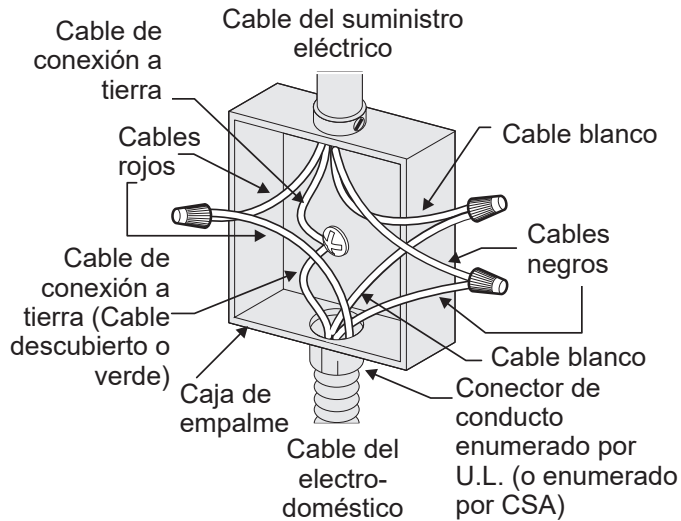

Figure 4: Caja de empalme de conexión a tierra de 4 cables
Si se utiliza el horno en una instalación de circuito de bifurcación nueva (1996 NEC), casas rodantes, vehículos recreativos, o donde los códigos locales NO permiten la conexión a tierra a través del cable neutro (blanco), el marco del electrodoméstico NO DEBE conectarse al cable neutro del sistema eléctrico de 4 cables (vea la Figure 4):
3. En la caja de empalme: conecte el electrodoméstico y los cables del suministro eléctrico como se muestra en Figure 4.